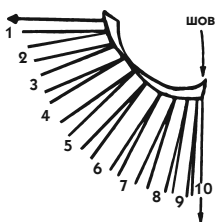

Рис. 288
5. Рассмотрите рис. 288 и законченное лекало 289. Закрепите полоски, отходящие от точек А и В на соответствующих засечках четверти круга, который вы выполнили, и равномерно раздвиньте их. Вы можете облегчить эту небольшую, но тонкую работу, если выпрямите «шов», предусмотренный для этого.